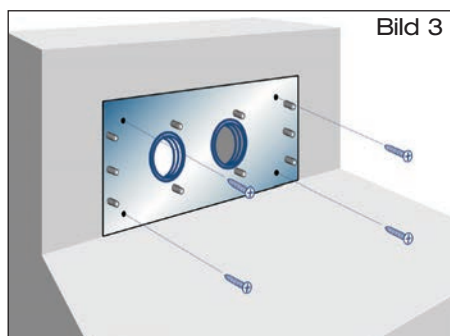

Bild 3
1.3 Schiebeflansch mittels Schlitzschraubenzieher befestigen (Bild 3).